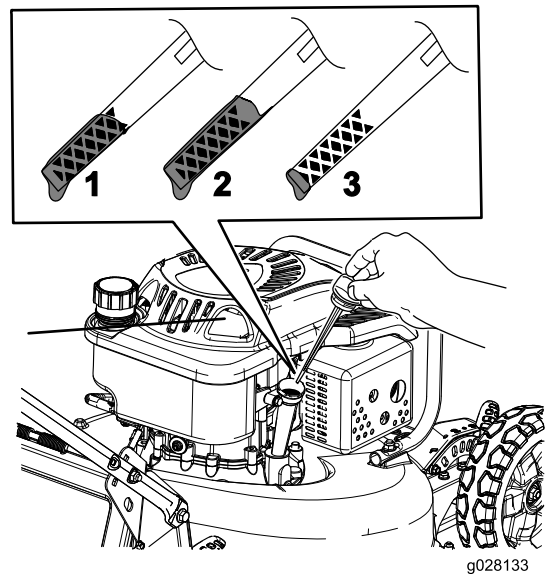

Figure 22
9. Sortez de nouveau la jauge et vérifiez le niveau d'huile (Figure 22).